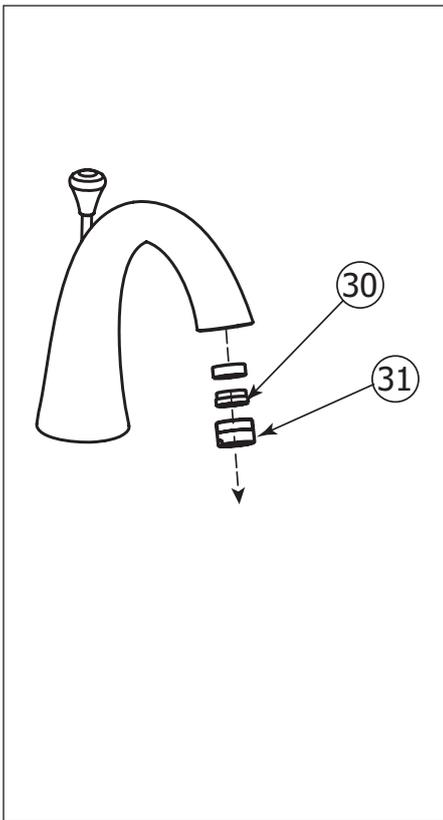

Fig.6
- To clean the aerator (30), unscrew the aerator case (31) from the spout. Then pull out the aerator and soak it in a vinegar and water solution to remove lime build-up.
- Once parts have been cleaned, reassemble by reversing steps. Fig.6.
- Pour nettoyer l'aérateur (30), dévisser le boîtier de l'aérateur (31) du robinet. Ensuite, enlever l'aérateur et le tremper dans un mélange de vinaigre et d'eau pour retirer le calcaire qui pourrait s'y être accumulé.
- Une fois les pièces nettoyées, inverser les étapes pour réassembler l'aérateur. Fig.6.